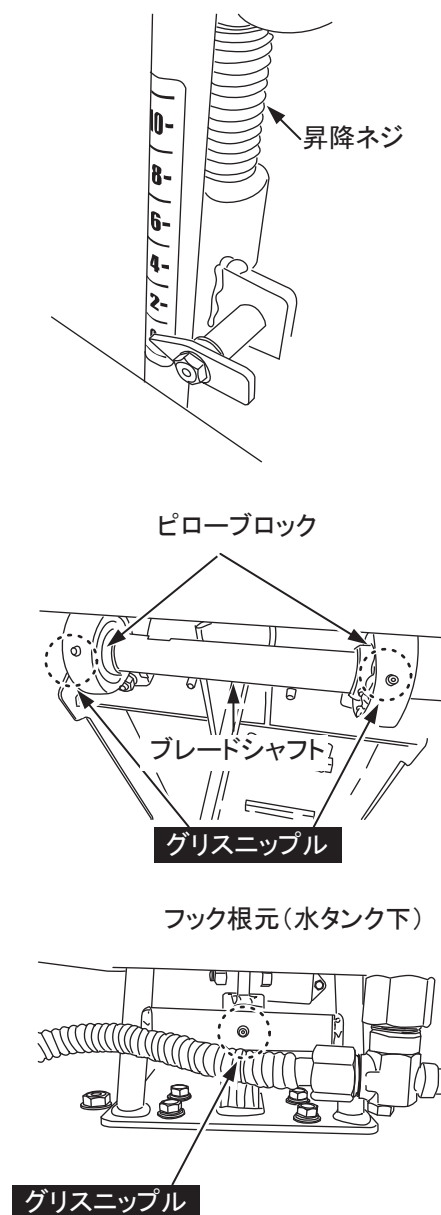

図 35
- 昇降軸ネジ、フック、ピローブロックにグリスを給脂してください。(図35)